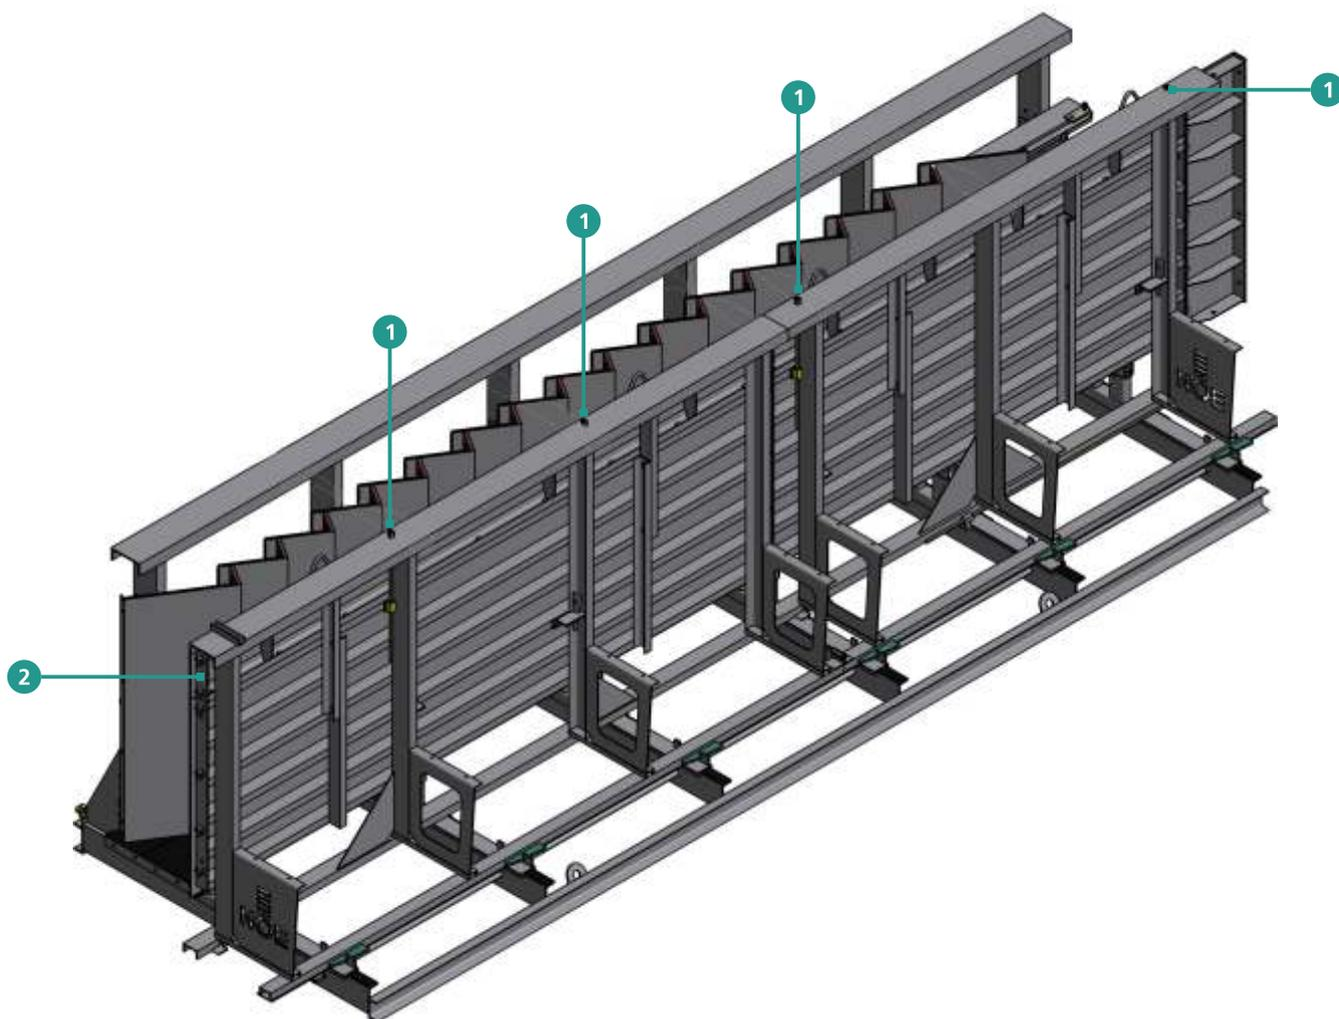

Figure 11
Pour régler la largeur des marches (LB), la face arrière s'ajuste vers le haut ou vers le bas à l'aide de vérins (figure 11).